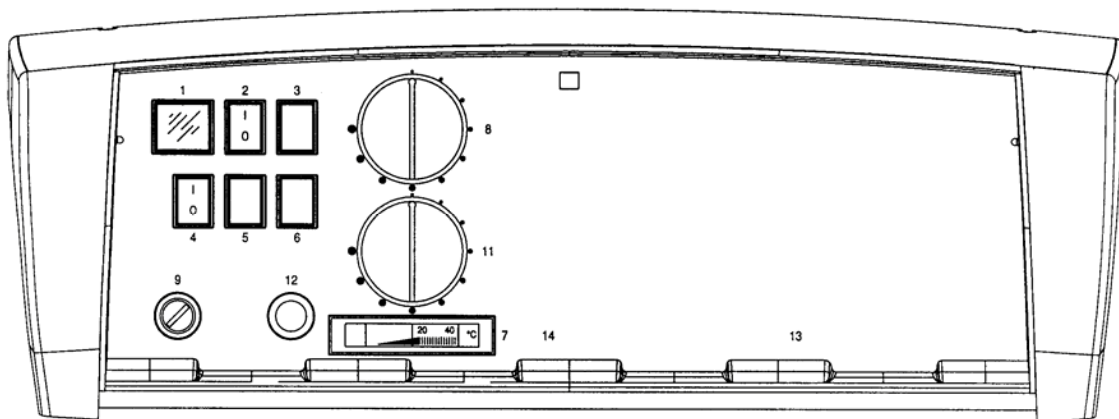

Fig. 3
3.4 ПАНЕЛЬ УПРАВЛЕНИЯ (Рис. 3)